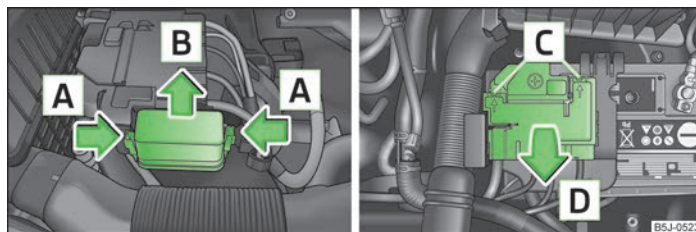

Fig. 144 Bateria del vehículo: Tapa de la caja de fusibles
- Apretar el estribo de seguridad de la cubierta de la caja de fusibles simultáneamente en el sentido de la flecha **A** » fig. 144 retirando la cubierta en el sentido de la flecha **B**.